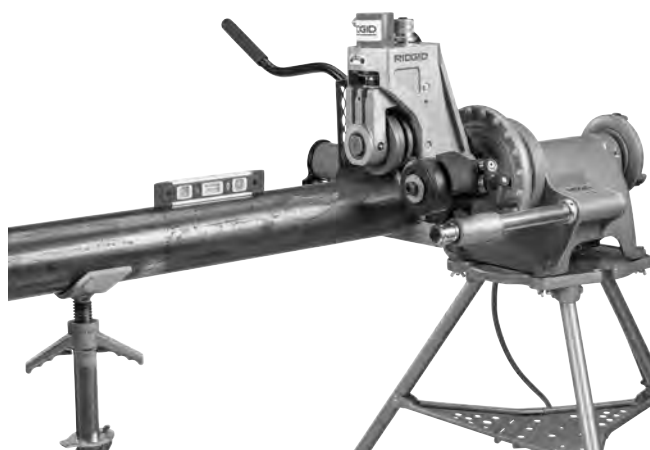

Figure 13 – Nivellement du tuyau
- Les axes du tuyau et de l'arbre d'entraînement doivent être alignés. Cet alignement peut être vérifié à l'aide d'un niveau à bulle placé sur le cylindre hydraulique et sur le tuyau (Figure 13).